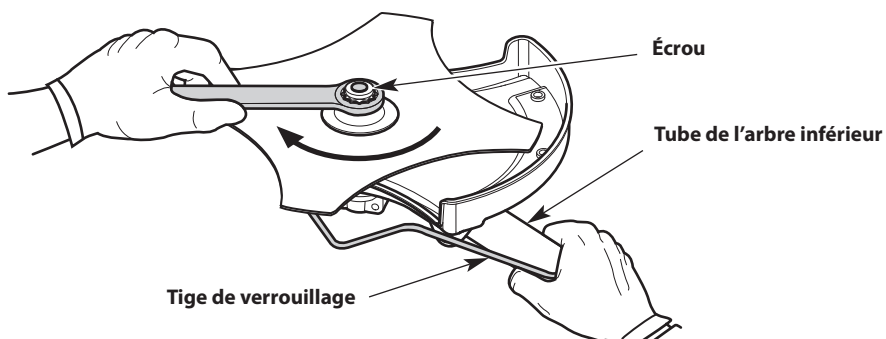

Fig. 15
3. Maintenez la tige de verrouillage en place en la saisissant par l'autre extrémité contre le tube de l'arbre inférieur (Fig. 15).
4. Tout en maintenant la tige de verrouillage en place, dévissez l'écrou en le tournant dans le **sens horaire** avec une clé (Fig. 15).